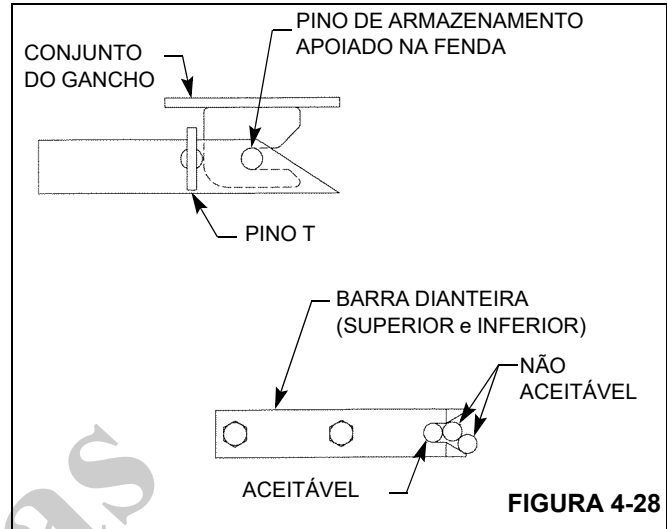

FIGURA 4-28
9. Quando a lança está totalmente retraída, os pinos de armazenamento do jib devem atingir o batente com segurança nos conjuntos das orelhas, Figura 4-28.